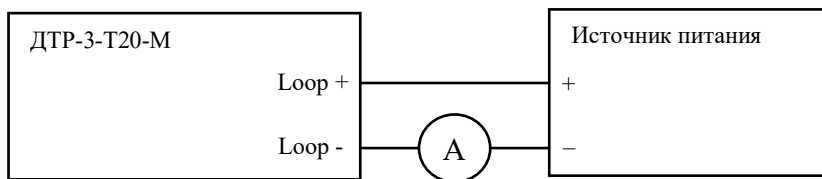

Рис.2. Схема подключения преобразователя ДТР-3-Т20
5.7. Подключение преобразователя осуществляется по схеме токовой петли, как показано на рис.2.